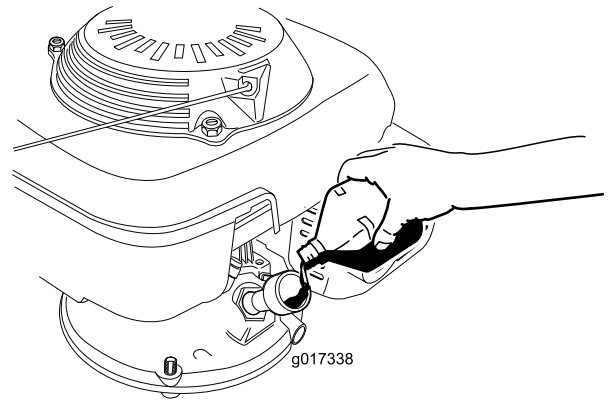

Figura 8
3. Adicione cuidadosamente cerca de 3/4 da capacidade de óleo do cárter no tubo de enchimento (Figura 8).